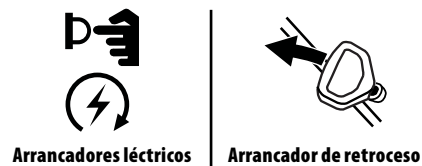

Figura 5-2
**NOTA:** Las siguientes instrucciones de arranque se aplican a varios motores diferentes. Consulte la Figura 5-2.